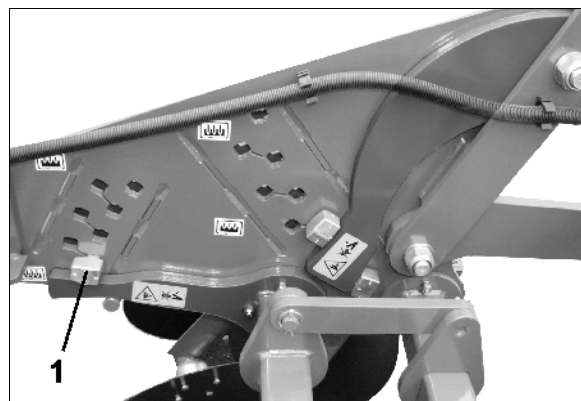

Fig. 30
De werkdiepte van de holle schijven wordt geregeld over de naloopwals met een excentrische pen op de insteekplaat van de achterste rij schijven (Fig. 30).
- Door verplaatsen van de excentrische pen (Fig. 30/1)
- Door de excentrische pen te verdraaien (Fig. 30/1)